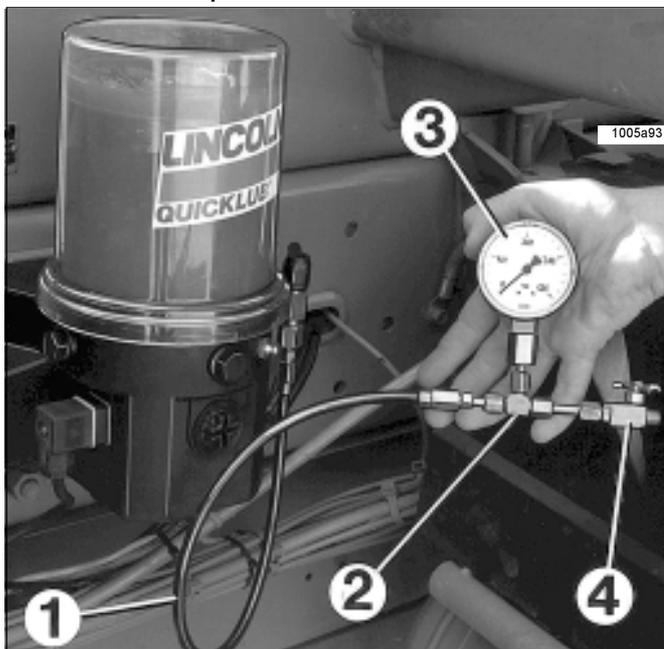

Abb. 31 - Druckbegrenzungsventil prüfen
- * Manometer (0-600 bar; 0-8708 psi) am Druckbegrenzungsventil (Abb. 31) anschließen.